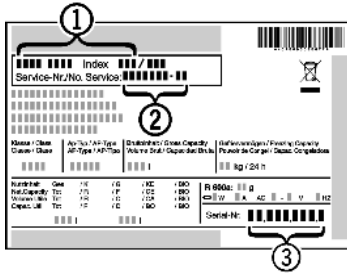

Fig. 10
- ▶ Lugege tüübisildilt maha seadme nimetus *Fig. 10 (1)*, teenidusnr *Fig. 10 (2)* ja seerianr *Fig. 10 (3)*. Tüübisilt asub seadme vasakul siseseinal.
- ▶ Teavitage klienditeenindust ja edastage viga, seadme nimetus *Fig. 10 (1)*, teenidusnr *Fig. 10 (2)* ja seerianr *Fig. 10 (3)*.